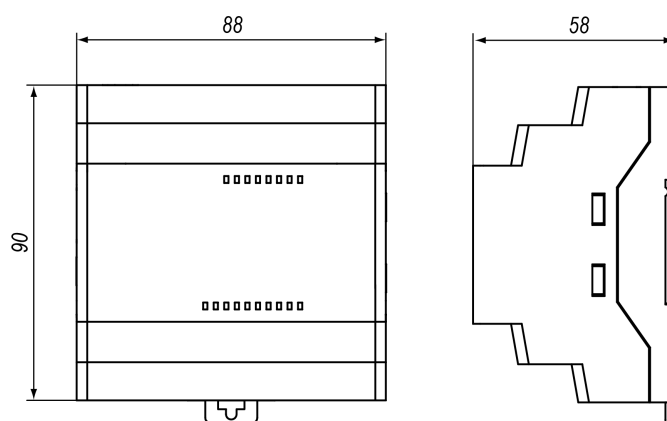

Рисунок 5.1 – Габаритные размеры
1. Подготовить на DIN-рейке место для установки в соответствии с размерами прибора (см. рисунок 5.1).